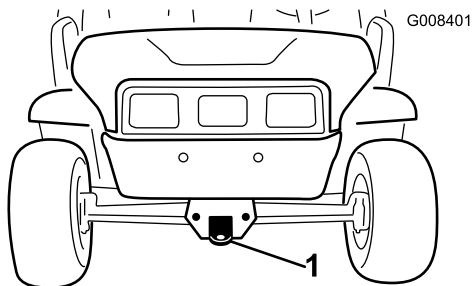
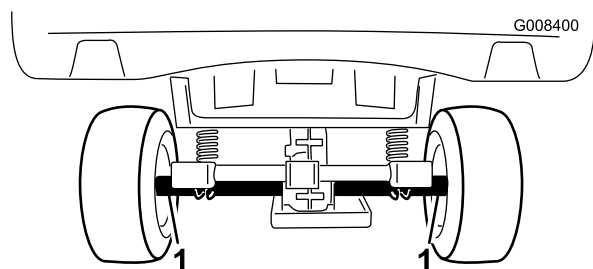

Figura 22
Figura 23
Utilize um atrelado com rampas de largura completa para mover a máquina numa longa distância. Verifique se a máquina se encontra bem presa ao atrelado. Consulte Figura 22 e Figura 23 para localizar os pontos de fixação da máquina.
2. Ate um cabo de reboque ao garfo, na parte dianteira do chassis da máquina (Figura 22).